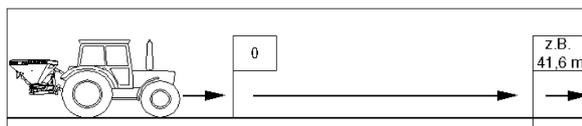

Fig. 69
4. Mesurez le parcours test sur le terrain avec précision. Marquez le point de départ et d'arrivée (Fig. 69).